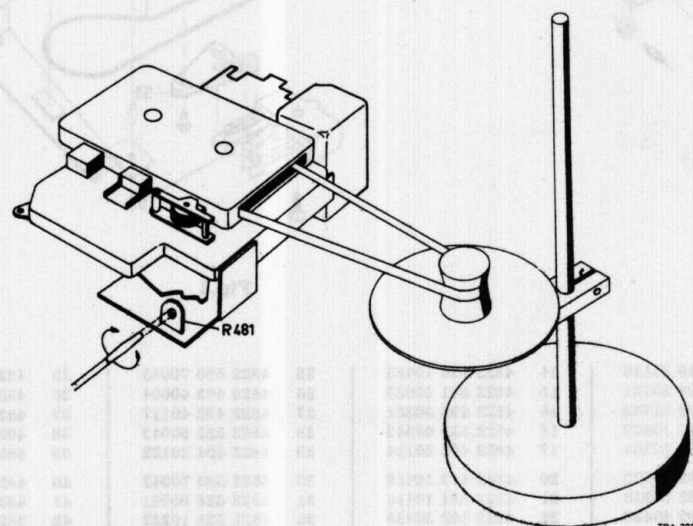

Fig. 8
Läuft das Gerät zu langsam, ist auf Schwergängigkeit der Andruckrolle, Aufspulfraktion, Schwungrad usw. zu kontrollieren. Danach kann die Geschwindigkeit mit R481 (siehe Abb. 8) eingestellt werden.
- Frizione insufficiente.** Questo può essere regolato come segue: Aprire il caricatore lateralmente in modo da poter estrarre il nastro (fig. 8). Assicurarsi che dalla parte dell'apertura il nastro sia agganciato. Col nastro uscente dall'apertura fare un cappio a cui agganciare un dinamometro a molla. Inserire nel registratore un caricatore con l'apertura verso sinistra e commutare il registratore su riproduzione. Seguire lentamente col dinamometro lo spostamento del nastro frenandolo lentamente sino all'arresto. Nell'istante dell'arresto si dovrà misurare una forza da 25 a 45 gr. Evitare detta prova nel senso opposto poiché si otterrebbe un'indicazione molto più elevata. Se il valore rilevato non è compreso nella gamma da 25 a 45 gr., la frizione è difettosa e va cambiata. Se il valore rilevato è compreso in detta gamma, la frizione è efficiente ed il guasto va ricercato nel caricatore.
2. Col disco stroboscopico (fig. 8)
Togliere una fiancata laterale del caricatore (con una lima o con un utensile appuntito). Sbavare accuratamente l'apertura praticata. Estrarre il nastro dall'apertura ed agganciarlo ad un disco stroboscopico come indicato in fig. 8.
Qualora la velocità fosse troppo bassa, assicurarsi che non vi sia troppo attrito nel rullo pressore, nella frizione di avvolgimento, nel volano, ecc. Dopo questi controlli, regolare la velocità operando su R481 (fig. 8).